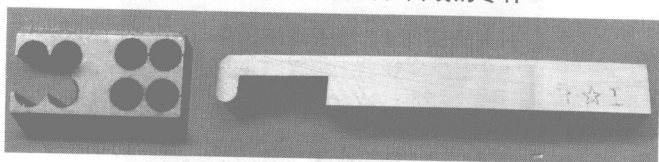

图 2.7 加工硬质合金与高速钢车刀
(4) 加工硬质导电材料,如图 2.7 所示。
(5) 新产品试制